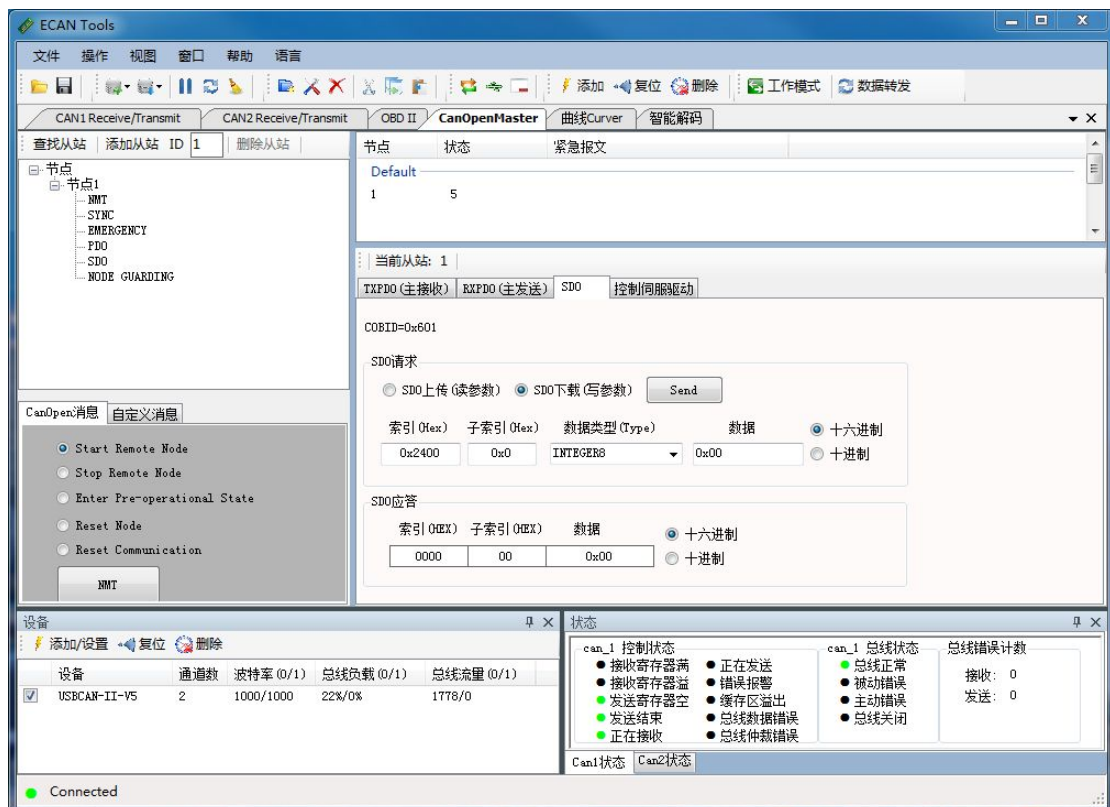

图 5.7 SDO 命令发送界面 A
需要在 GCAN-4038 处于预操作状态 (0x7F) 时，发送 SDO 命令读写参数。将默认的 -10V~+10V 修改为 -5V~+5V 具体修改步骤如下：①若 GCAN-4038 不处于预操作状态，将 GCAN-4038 重新上电，进入 ECANTools 软件的 CANopenMaster 插件，点击 NMT，选择 Enter Pre-operational State，之后点击 NMT 按钮，使设备进入预操作状态，②在 CANopenMaster 界面中，点击左侧的“SDO”，③点击“SDO 下载（写参数）”，④在索引、子索引等位置依次输入 0x2400、0x00、Unsigned8、0x00、十六进制，如图 5.7 所示，之后点击 Send 按钮。若下方 SDO 应答区收到如图 5.7 的数据则说明通信正常。